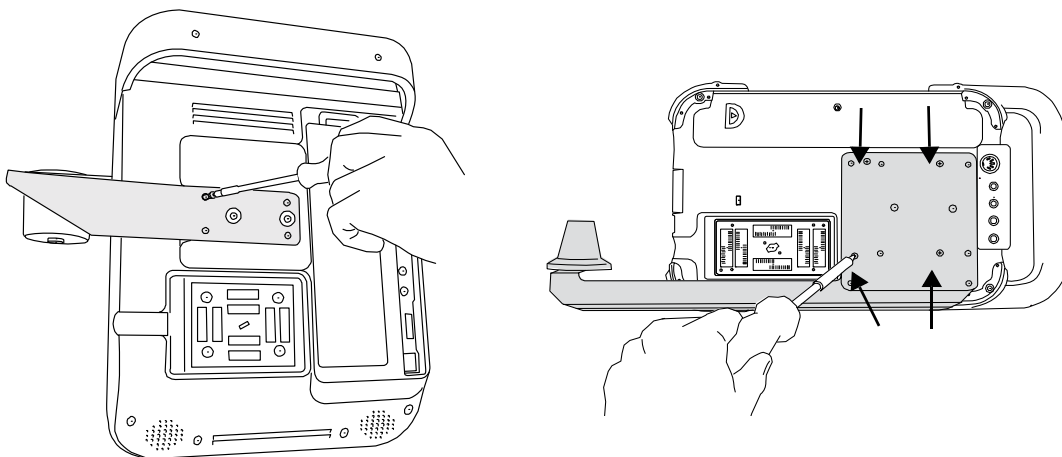

Figura 2 Avvitare le viti sul portatrasduttore: S Series (sulla sinistra) e NanoMaxx (sulla destra)
- 2 Utilizzando un cacciavite Phillips, serrare le quattro viti. Consultare la Figura 2.
- ❖ Utilizzando un cacciavite Phillips, allentare le quattro viti sul lato posteriore del portatrasduttori. Consultare la Figura 2.